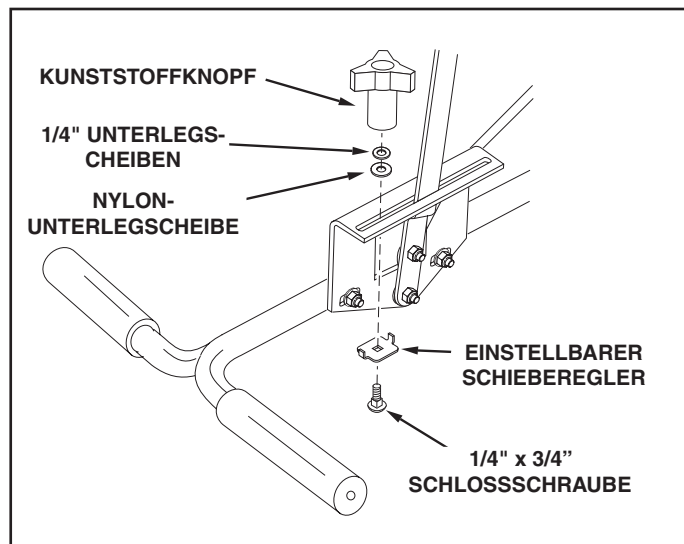

ABBILDUNG 11
19. Montieren Sie die Fließregler-Trägerhalterung und das kurze Griffrohr am langen Griffrohr. Verwenden Sie, wie in Abbildung 11 gezeigt, zwei 1/4" x 1-3/4" Sechskantschrauben, vier 1/4" Unterlegscheiben und zwei 1/4" selbstsichernde Muttern. **Noch nicht festziehen.**
21. Bringen Sie den einstellbaren Schieberegler am "ON"- (AN-) Ende des Schlitzes in der Oberseite der Fließregler-Trägerhalterung an. Befestigen Sie ihn mit der 1/4" x 3/4" Schlossschraube, einer Nylon-Unterlegscheibe, einer 1/4" Unterlegscheibe und der Nylon-Flügelmutter. Siehe Abbildung 11.